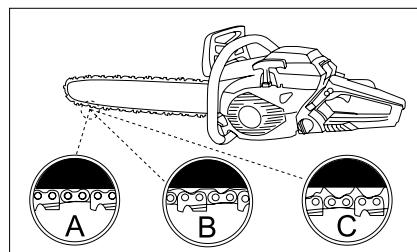

Fig. 10
L'engrenage, le guid-chaîne, la chaîne et le vilebrequin s'usent beaucoup plus rapidement si la chaîne est trop lâche ou trop tendue. Voir fig. 10, qui montre la tension correcte pour une chaîne froide (A), une chaîne chaude (B) et une chaîne qui doit être réglée (C).